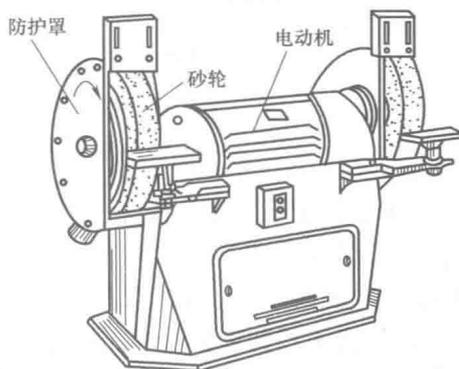

图 0-7 砂轮机
(4) 砂轮机 砂轮机是用来进行磨削加工的设备，可以磨削各种刀具，如铣子、钻头、丝锥、车刀、铣刀等；也可以磨削各种工具，如划针和样冲等；还可以磨削工件或材料上的毛刺、锐边及余量等。砂轮机主要由电动机、砂轮和防护罩等组成，如图 0-7 所示。